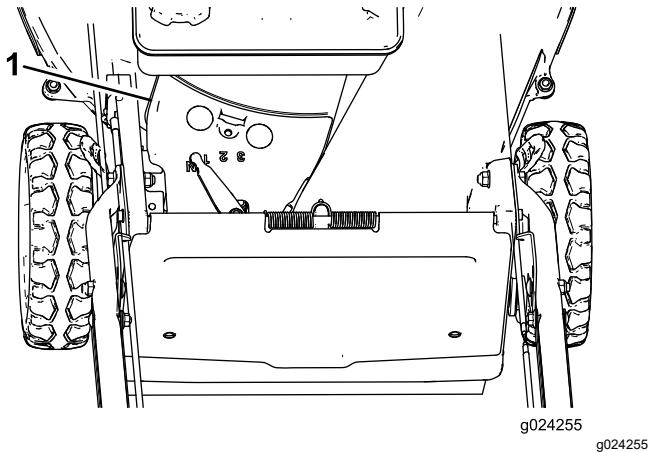

Figura 37
3. Îndepărtați capacul de curea (Figura 37) de la carcasa mainii de tuns iarba.